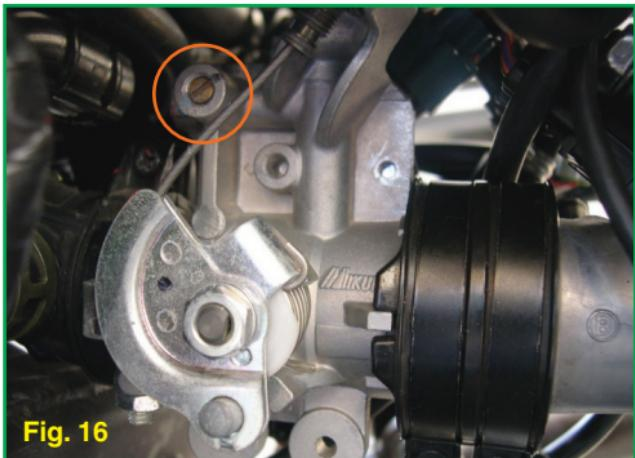

Fig. 16
- Regolare il regime del minimo tramite la vite (Fig. 16) sul lato destro del corpo farfallato: 1400÷1600 rpm.